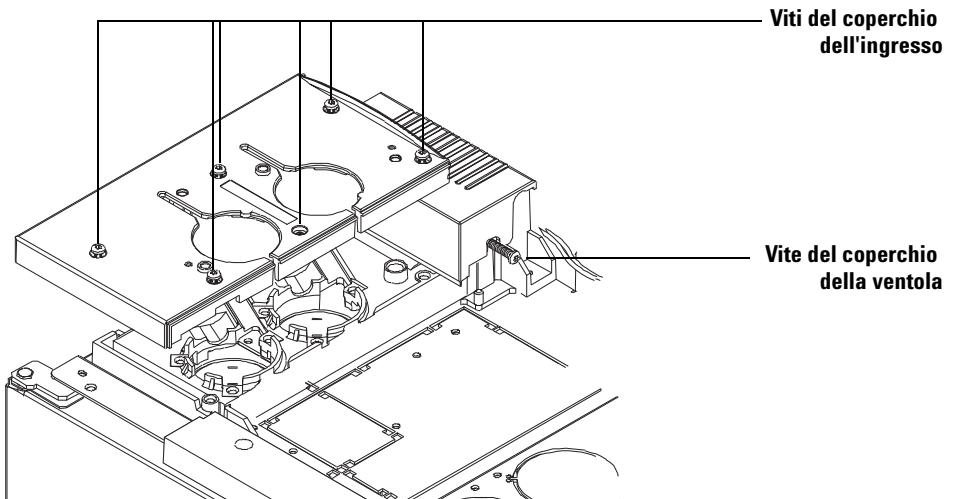

Figura 2 Sostituzione del coperchio della porta di iniezione e del coperchio della ventola dell'ingresso (GC serie 6890)
- 1 Allentare la vite Torx T-20 sulla destra del coperchio della ventola. Vedere la Figura 2 a pagina 42 per l'ubicazione della vite.
- 1 Allentare completamente le sei viti Torx T-20 sulla sommità del coperchio (Figura 2).